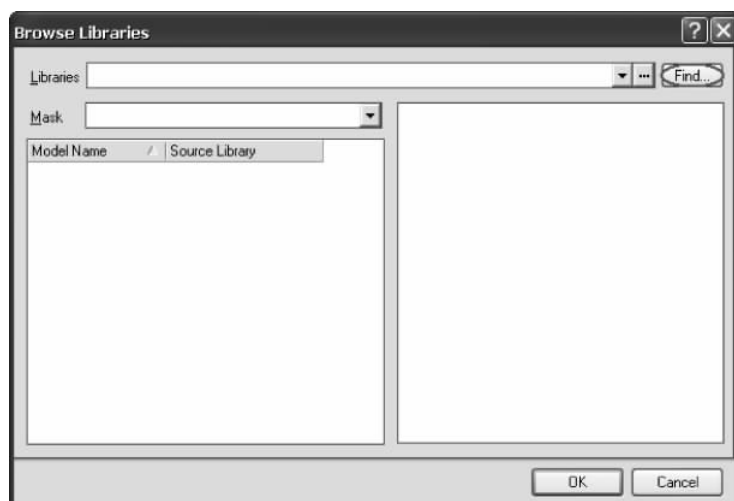
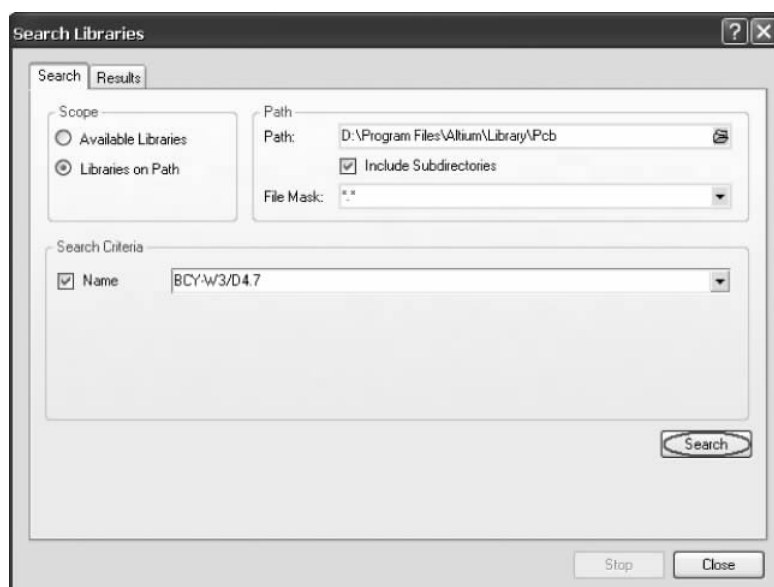
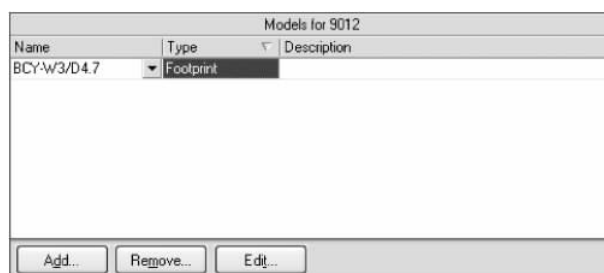
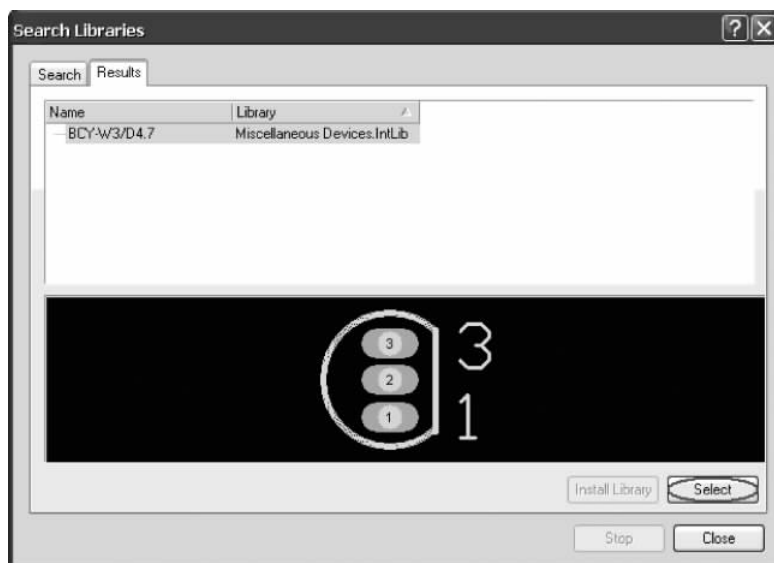

图 3-24 浏览库对话框
图 3-25 查找库对话框
图 3-26 搜索结果封装示意图
图 3-27 加载封装后的模型面板
(2) 查找并添加封装: 在 PCB 模型对话框中, 单击 **Browse...** 按钮, 弹出如图 3-24 所示的浏览库对话框; 单击右上角的 **Find...** 按钮, 弹出如图 3-25 所示的查找库对话框, 使其中的 Path 指向 Protel DXP 中 PCB 文件夹在本机中的安装路径, 并在 Name 栏中输入 BCY-W3/D4.7, 然后单击 **Search** 按钮开始查找。最后搜索到如图 3-26 所示的封装示意图。单击右下角的 **Select** 按钮, 再连续单击之前出现的几个对话框中的 **OK** 按钮返回, 封装即被加载, 如图 3-27 所示。